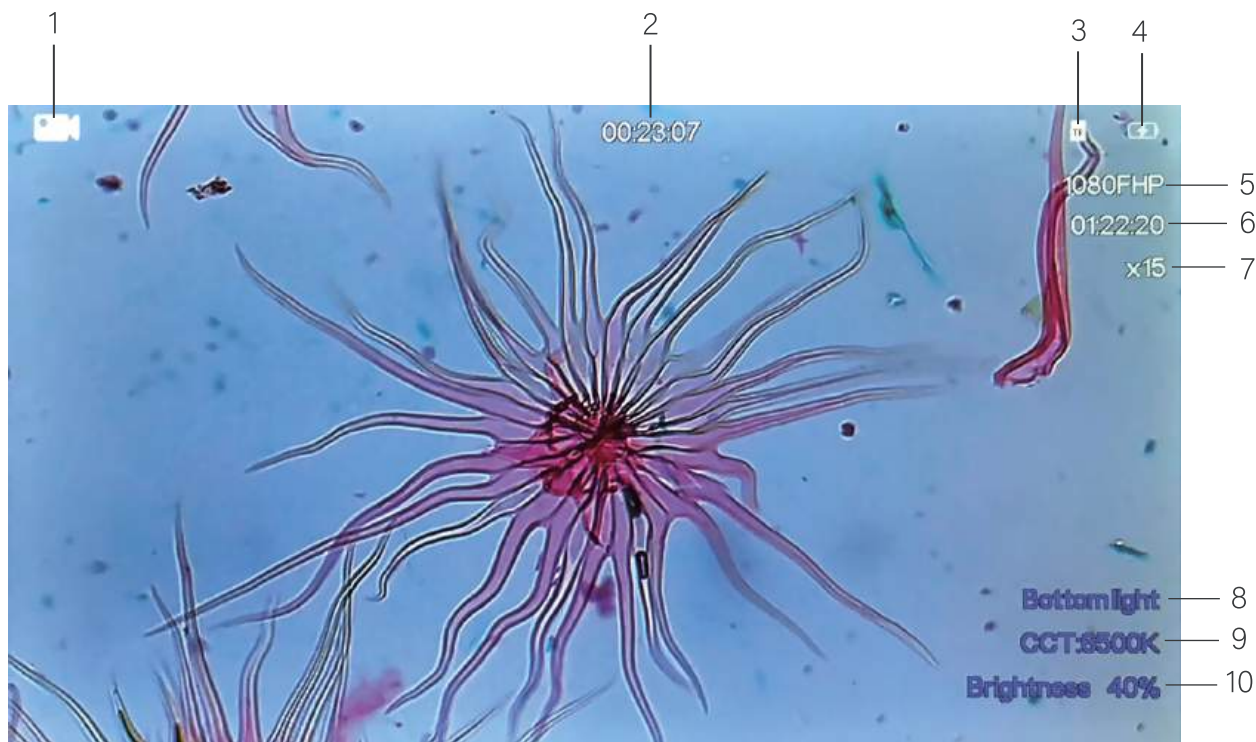

Рис. 8.
- Для того, чтобы применить цифровой зум, вращайте энкодер 6. Кратность зума отражается в десятых долях. Например, на рис. 8 кратность составляет 1.5х.